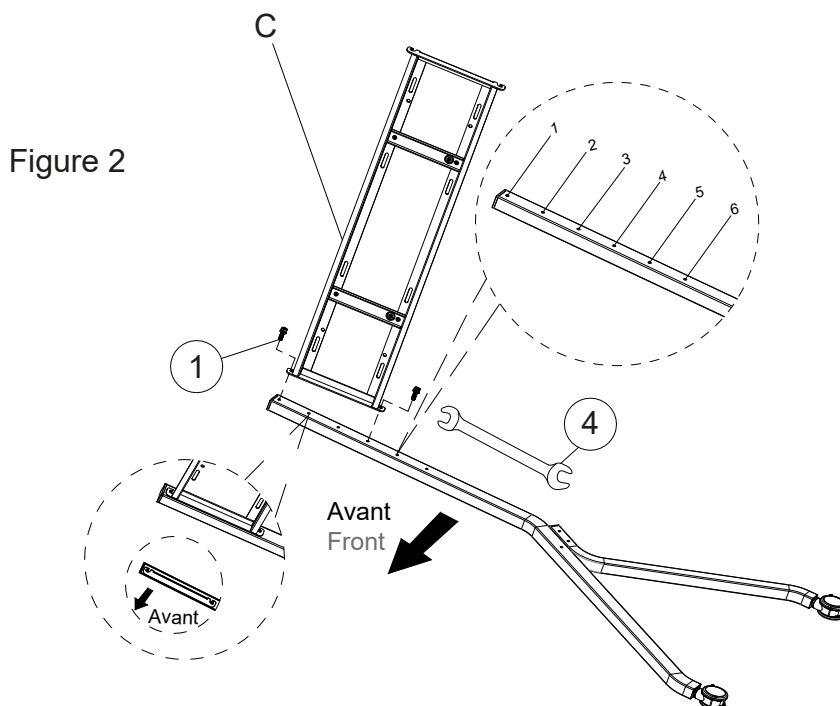

Figure 2
Étape 2 : Fixez la traverse sur l'un des pieds (Figure 2).
Step 2: Lock the wall mount to the side of one stand (Figure 2).